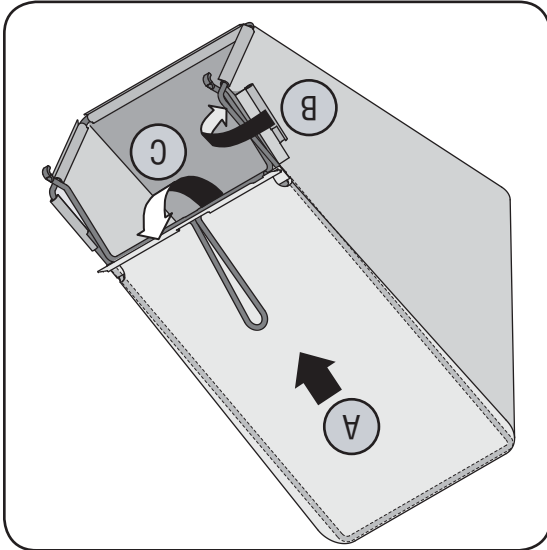

Figure 3-5
- a. Glissez le sac sur l'armature (côté en plastique noir sur le dessous). Enfoncez les crochets de l'armature dans les trous des glissières en plastique du sac à herbe. Voir la Figure 3-5.
- b. Attachez le sac sur l'armature en accrochant les glissières sur l'armature, comme à la Figure 3-5.